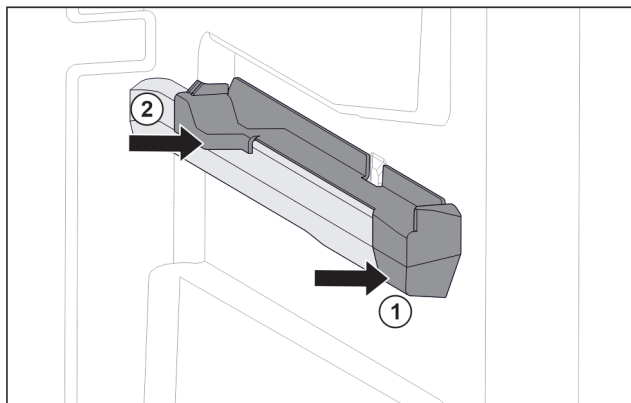

Fig. 68 Вставная часть на правом контейнерном ребре
- Наденьте вставную часть спереди на контейнерное ребро. Fig. 68 (1)
- Нажмите на вставную часть сзади. Fig. 68 (2)